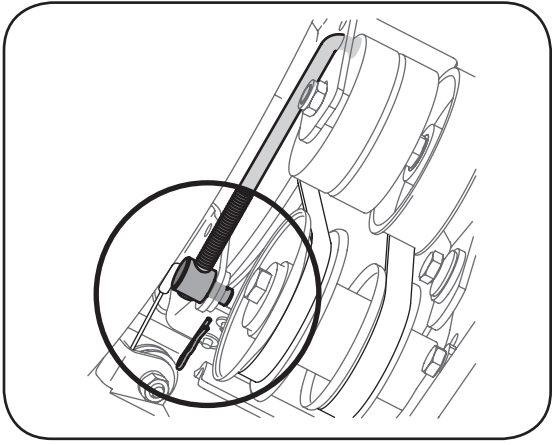

Figure 26
- Retirez la goupille fendue et la rondelle plate de la virole pour dégager la tige de tension de la tarière du support du train, comme à la Figure 26.